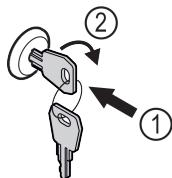

Fig. 172
- Вдавити ключ Fig. 172 (1).
- Повернути ключ на 90° за годинниковою стрілкою Fig. 172 (2).